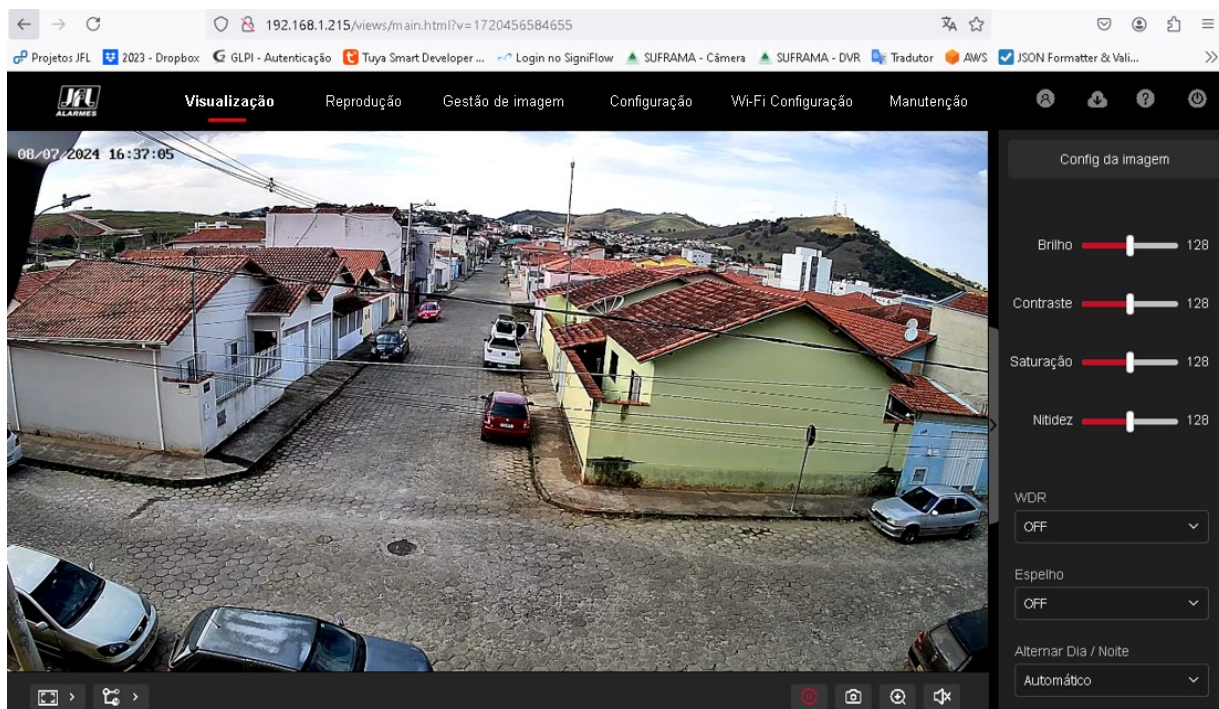

Figura 4.3: Visualização Ao Vivo
1. Na tela de Visualização Ao Vivo, Figura 4.3, clique em Wi-Fi Configuração;